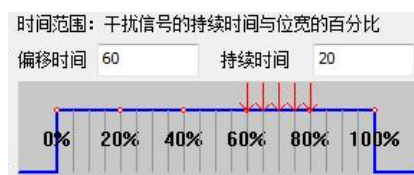

图 8.117 干扰位置
- ✧ 时间范围：定义了干扰的位置，即干扰时，将这个位的某个区域变成相反的电平。这个某个区域，使用“偏移时间”和“持续时间”来约束，比如干扰的节点波特率采样点为 70%，则干扰位置必须覆盖采样点位置，否则干扰无效，如图 8.117 所示。